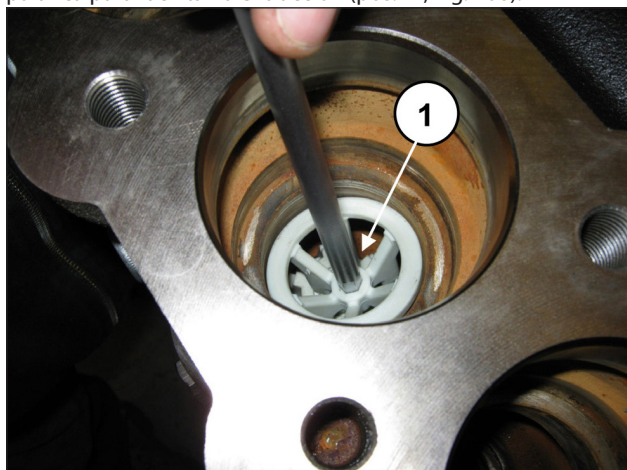

Fig. 100
Extraer el distanciador de la guía de la válvula introduciendo una llave hexagonal de 8 mm en el alojamiento y haciendo palanca para facilitar la extracción (pos. ①, Fig. 100).